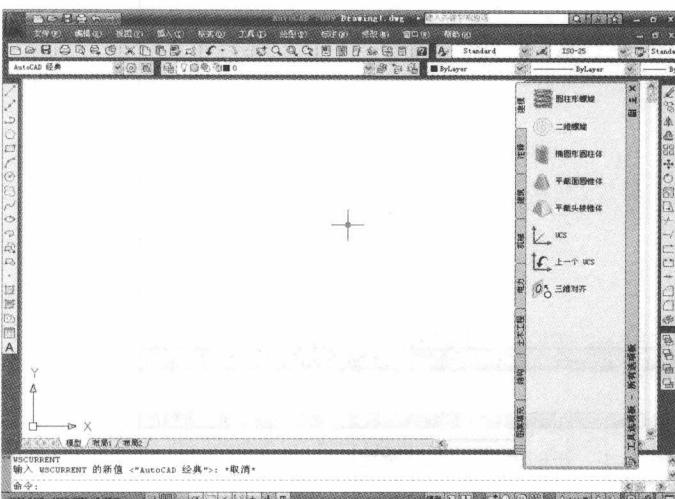

图 1-3 “AutoCAD 经典”工作空间
- (2) 在“菜单浏览器”中，选择单击“工具>工作空间>AutoCAD 经典”命令，工作空间将转换到“AutoCAD 经典”工作空间，结果如图 1-3 所示。